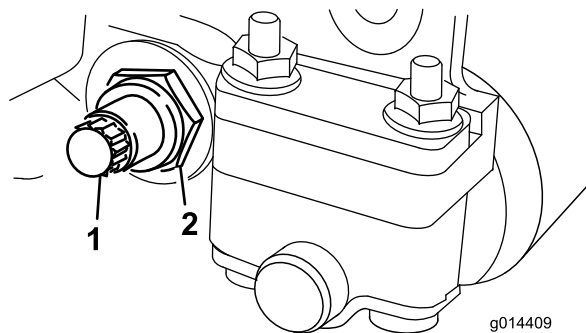
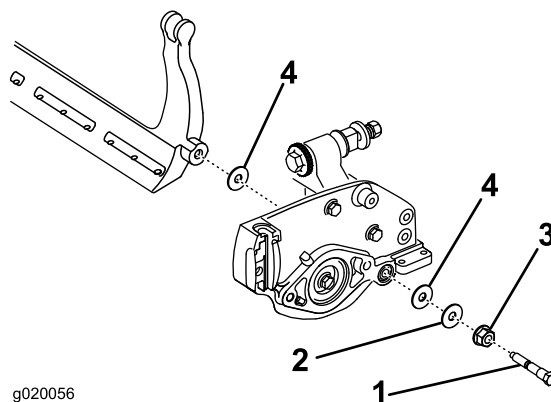

Рисунок 20
Рисунок 21
3. С каждой стороны машины ослабьте контргайку, крепящую болт планки неподвижного ножа (Рисунок 20).
4. Удалите все болты планки неподвижного ножа, потяните планку вниз и отсоедините ее от машинного болта (Рисунок 20). На каждом конце планки неподвижного ножа должно быть по две нейлоновых шайбы и одна шайба из штампованной стали (Рисунок 21).
2. Прикрепите планку неподвижного ножа к боковым пластинам с помощью двух болтов планки неподвижного ножа, контргаек (гаек на болтах) и 6 шайб. Установите нейлоновую шайбу с каждой стороны втулки боковой пластины. Установите стальные шайбы поверх нейлоновых на внешних сторонах пластин (Рисунок 21).
4. Затяните контргайки одинаково с обеих сторон до такой степени, чтобы стальные шайбы нельзя было провернуть вручную (Рисунок 21).